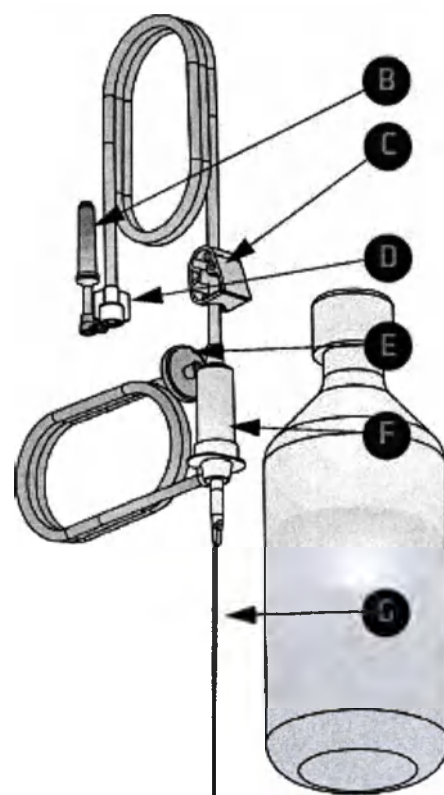

Рис. 50: Инфузия VGPC/AIC
1. Подсоедините одноразовый шланг к cassette EVA [A] (рис. 49) в месте белого разъема [D] (рис. 50).
12. Подсоедините одноразовый комплект для ирригации VGPC [E] (рис. 50) к задней стороне Системы EVA [J].